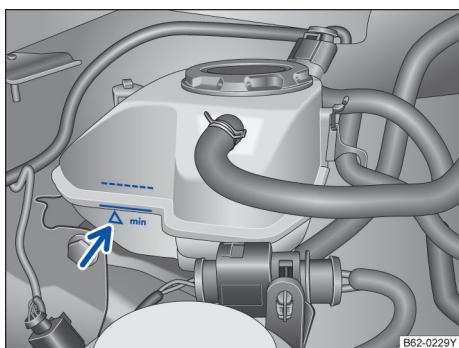

图 145 冷却液补偿容器上的液位标记
- 发动机处于冷态时检查冷却液液位是否处在膨胀罐侧面的标记范围内。→ 图 145